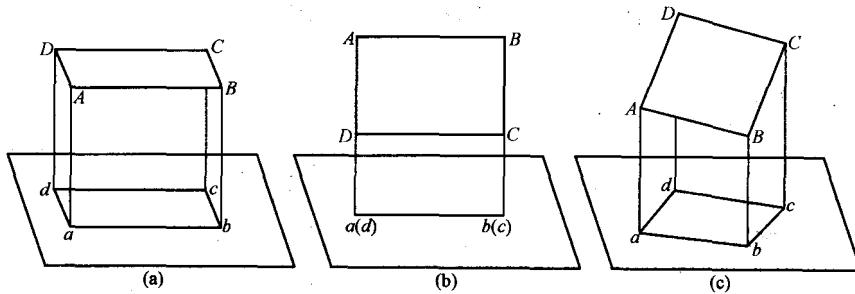

图 1-2 正投影规律
影与该平面全等。即直线的长度和平面的大小可以从投影图中直接度量出来,这种特性称为显实性[图 1-2(a)],这种投影称为实形投影。
(2)积聚性。直线、平面垂直于投影面时,其投影积聚为一点、直线时,这种特性称投影的积聚性,见图 1-2(b)。
(3)类似性。直线、平面倾斜于投影面时,其投影仍为直线(长度缩短)、平面(形状缩小),这种特性称投影的类似性,见图 1-2(c)。